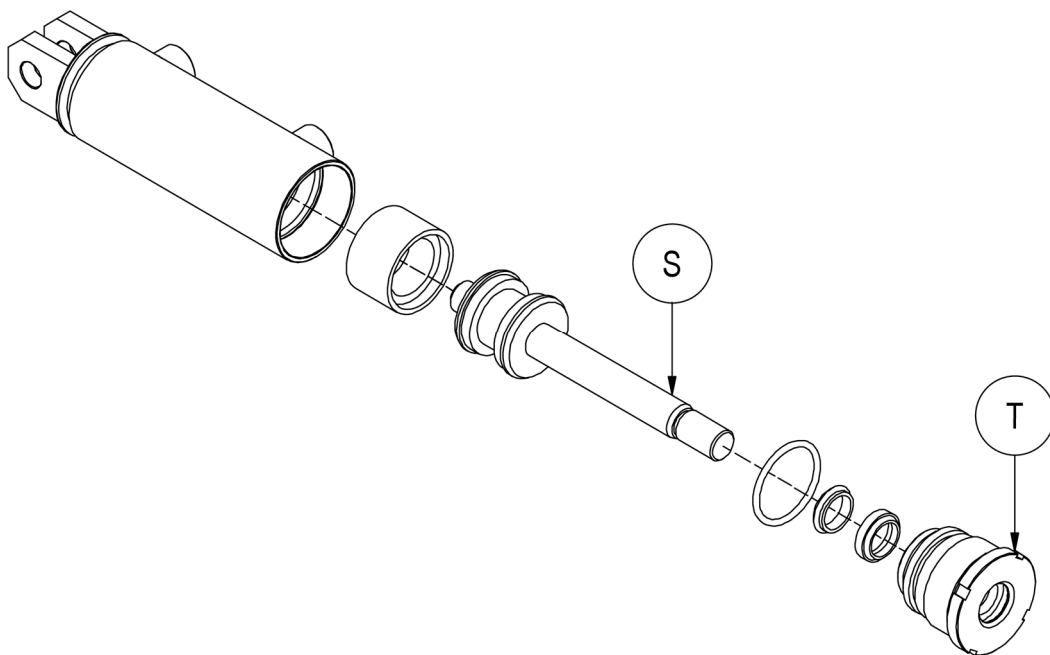

Figura 32
8. Tomar como referencia la *Figura 32*.